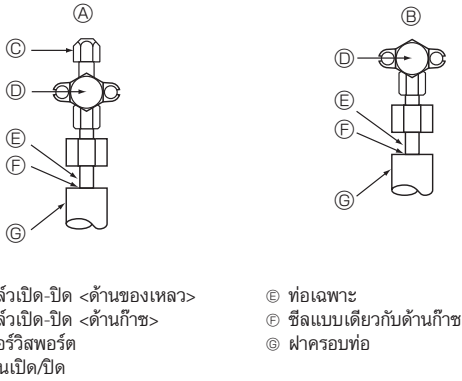

Fig. 4-4
4.4. วิธีการทดสอบการกักอากาศของท่อสารทำความเย็น (Fig.4-4)